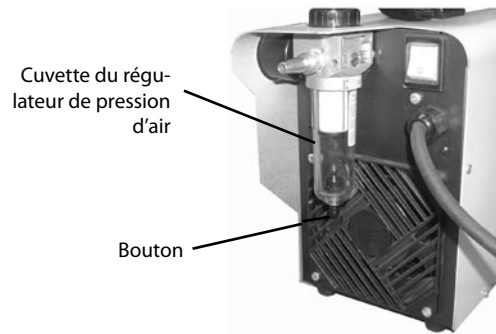

Figure 4-1 Cuvette de vidange
- H. De l'eau ou de l'huile s'accumule parfois dans la cuvette du régulateur de pression d'air. Pour vidanger la cuvette, éteignez la machine et conservez l'arrivée d'air, puis poussez le bouton situé sur le bas de la cuvette vers le haut. Voir la figure 4-1.